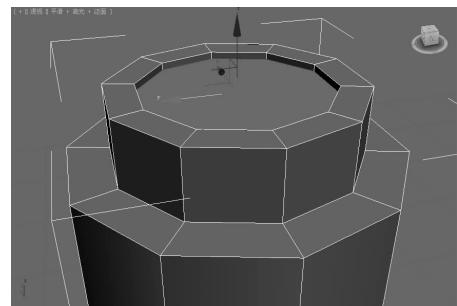

图 5-91 向下挤出多边形▲
(7)在“编辑多边形”卷展栏中单击“插入”按钮右边的 \square 按钮，弹出“插入多边形”对话框，设置“插入量”为 0.6，单击“确定”按钮。继续单击“挤出”按钮右边的 \square 按钮，弹出“挤出多边形”对话框，设置“挤出高度”为 -0.15，单击“确定”按钮，效果如图 5-91 所示。